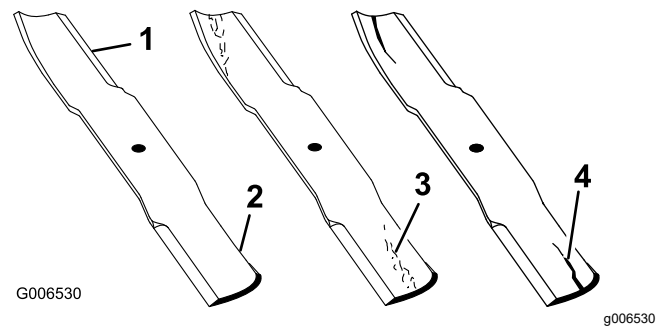

Bild 59
1. Untersuchen Sie die Schnittkanten (Bild 59).
4. Wenn Sie Risse, Verschleiß oder Rillenbildung in diesem Bereich feststellen, sollten Sie sofort ein neues Schnittmesser einbauen (Bild 59).